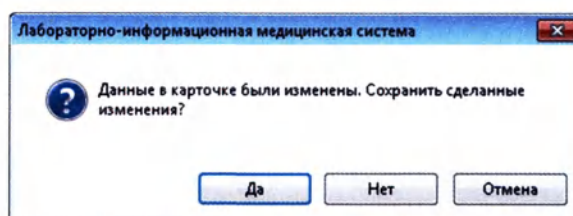

Рисунок 2.25
5. Если перед выходом из карты пациента изменения не были сохранены, программа предложит сохранить эти данные (Рисунок 2.25):